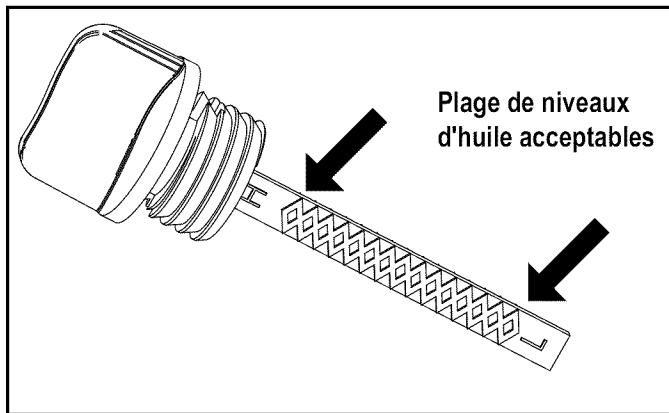

Figure 4-9. Jauge
4. Vérifiez de façon périodique jusqu'à ce que le niveau d'huile se situe entre les marques « L » et « H » sur la jauge (Figure 4-9). Ne remplissez pas trop le réservoir.